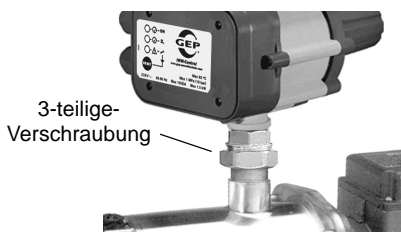

Bild 2
• Durchflusswächter mittels der vormontierten 3-teiligen-Verschraubung dicht auf den Druckstutzen der Pumpe verschrauben, siehe Bild 2.